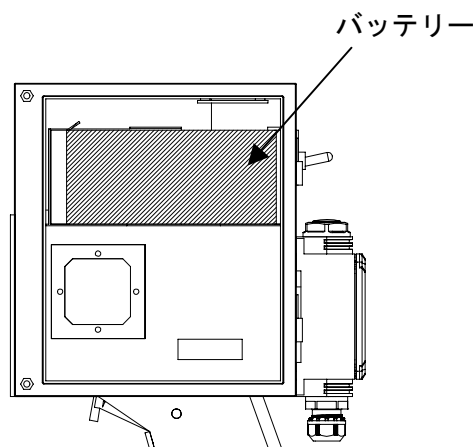

図6
- ⑥図6のように制御ボックスの中にバッテリーを入れます。
- ⑦制御ボックスカバーを閉じて、ビス2本で固定します。